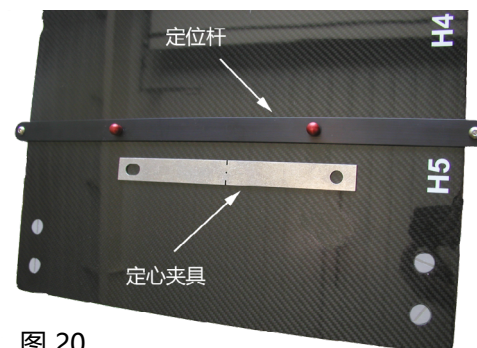

图 20
1. 在 CT 覆盖罩上安装定位杆, 然后在 CT 覆盖罩头端的定位杆上设置定心夹具杆 (图 20)。